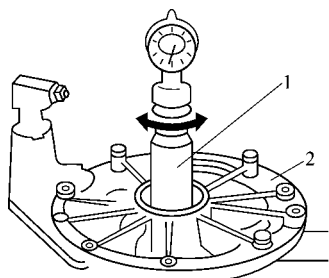

图 4-27 拆卸传动轴
(1) 拧松传动轴与轮毂间的紧定螺母,拆下传动轴与结合盘螺栓,将传动轴与结合盘分开,从车轮轴承壳内拆出传动轴,见图 4-27。